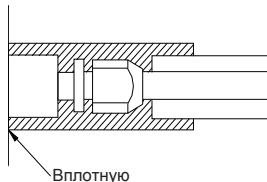

Рис. 19
- b. Стыки трубных соединений внутреннего блока должны быть плотно замотаны слоем изоляционного материала как показано на рис. 19; наличие воздушных пузырей в месте стыка не допускается.